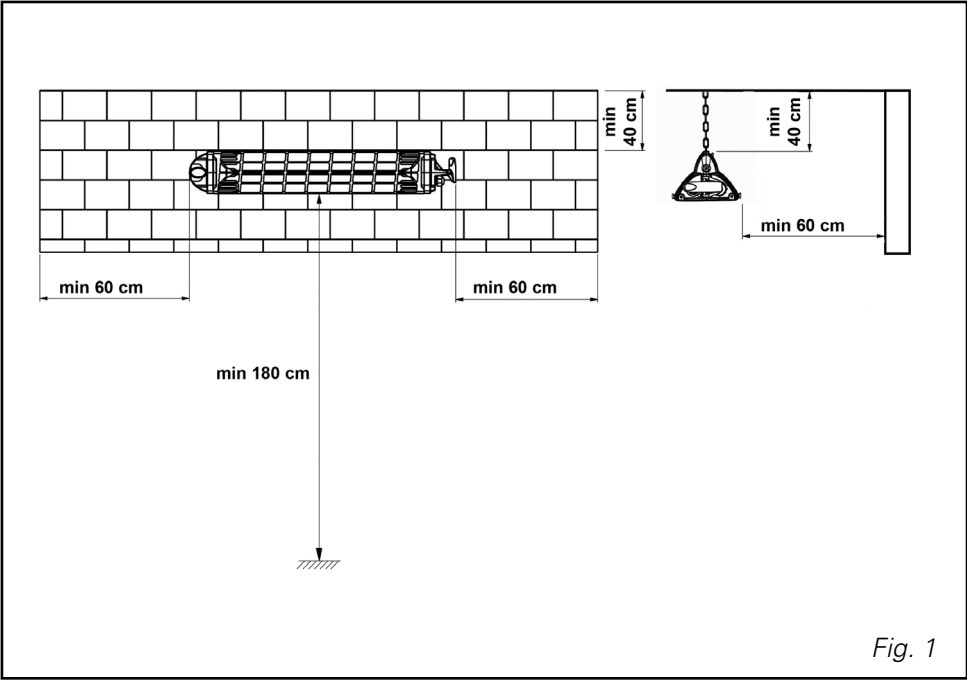

Fig. 1
- Pomiędzy najwyższą ścianą promiennika a sufitem pozostawić wolną przestrzeń 40 cm, a pomiędzy promiennikiem a ścianą 60 cm (rys. 1).
- Promiennik należy zamontować na minimalnej wysokości 180 cm (rys. 1). W przypadku montażu w łazience, minimalna wysokość wynosi 225 cm w strefach ochronnych 1 i 2, a w strefie 3 minimalna odległość od podłoża